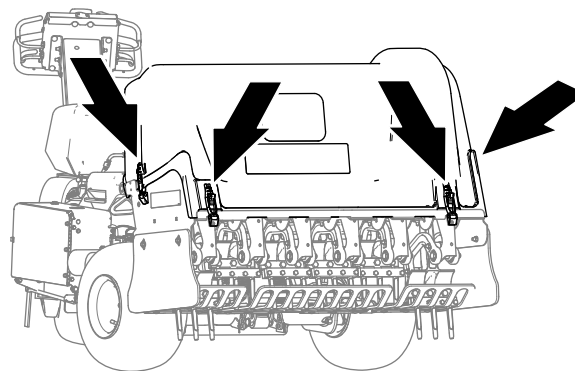
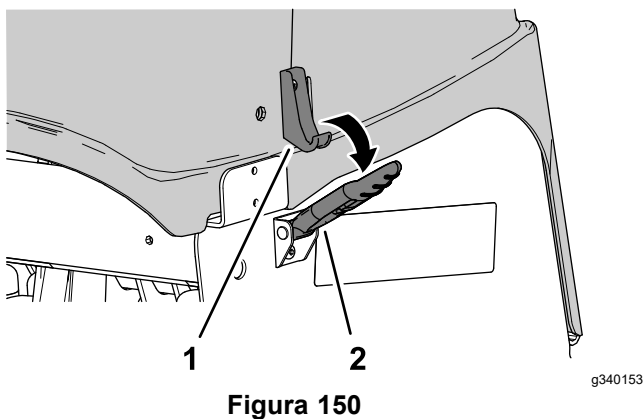

Figura 148
Figura 150
4. Desenganche la cubierta del cabezal de perforación en la ubicación del cierre 4 (Figura 148 y Figura 150).